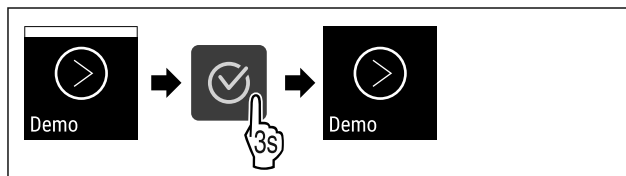

Fig. 125
- ▶ Végezze el a gyakorlati lépéseket (lásd Fig. 125) .